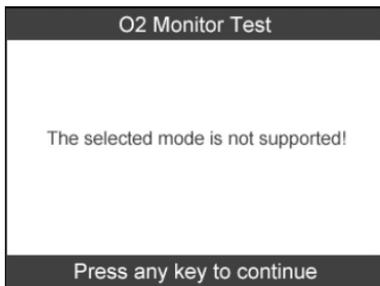

Figura 6.18
- Se il veicolo non supporta la modalità, viene visualizzato un messaggio di avviso sullo schermo. (Figura 6.18)